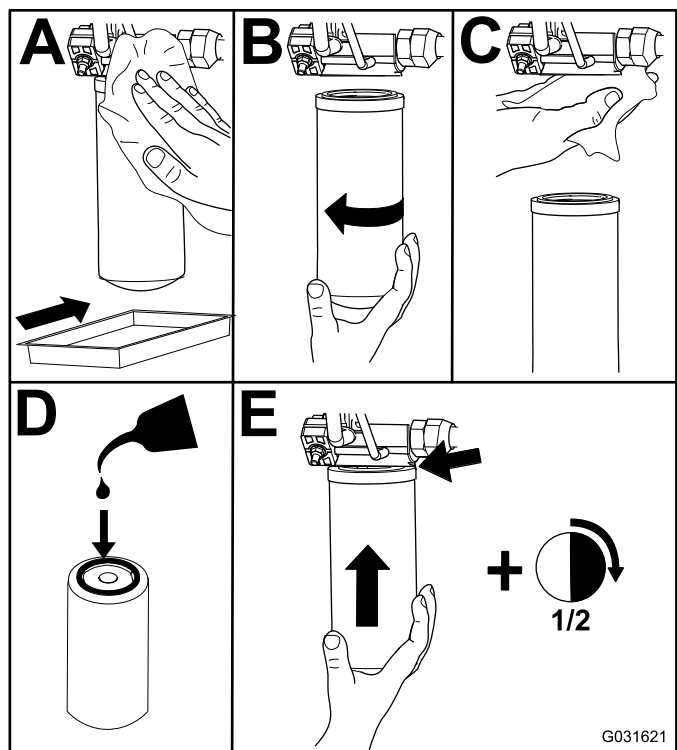

Bild 117
2. Wechseln Sie den Ladehydraulikfilter im Hydraulikhubraum aus, wie in Bild 117 abgebildet.
4. Tauschen Sie den Rücklauffilter an der rechten Seite der Maschine aus (Bild 117).